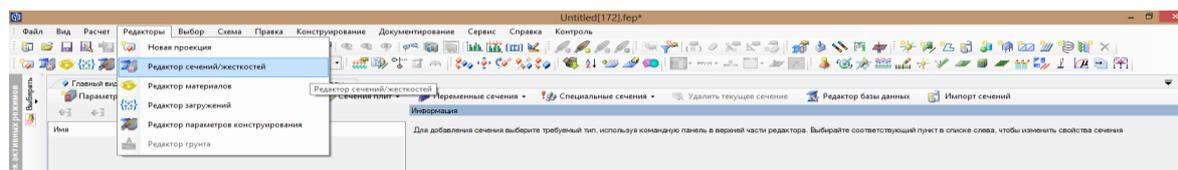
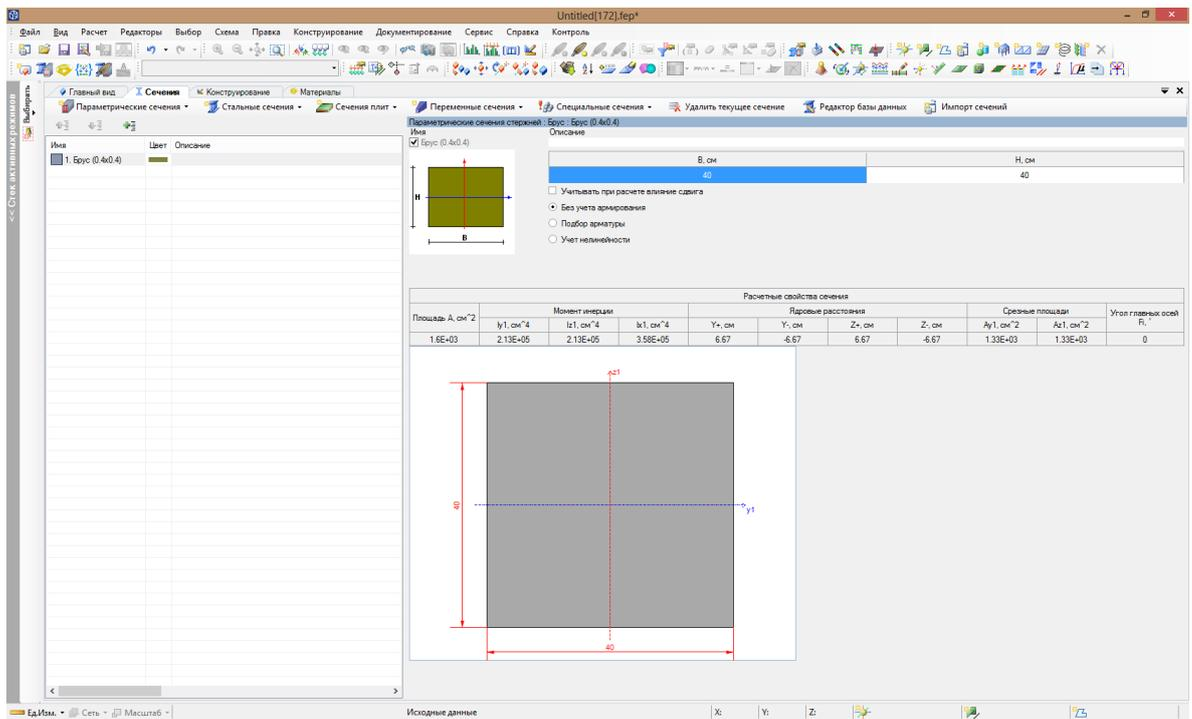

Рисунок 2.301 Меню редакторы
Рисунок 2.302 Редактор сечений/жесткостей
Для доступа к редактору сечений/жесткостей с помощью меню (рисунок 2.301) **Редакторы** ⇨ **Редактор сечений/жесткостей** (кнопка  на панели инструментов) вызовите вкладку **Сечения** (рисунок 2.302).
В левой части **Редактора сечений/жесткостей** расположена **Таблица жесткостей элементов**. При однократном щелчке мыши по выбранному типу сечения (рисунок 2.302) в левой части **Редактора сечений/жесткостей** в **Таблице жесткостей элементов** появится новая запись, содержащая схематическое изображение, стандартное наименование, цвет и описание добавленного сечения.
В окне **Параметров сечения** приведены таблицы с геометрическими и расчетными характеристиками сечения (заполняются программно и не подлежат коррекции). После выбора пользователем требуемого профиля и его ориентации в расчетной схеме выводится схематический эскиз сечения с указанием заданных размеров и расчетных характеристик сечения (рисунок 2.302).
• **Стальные сечения** (кнопка  **Стальные сечения** ▼ в редакторе сечений/жесткостей). Переход непосредственно к необходимому типу стального сечения осуществляется одним щелчком мыши по выбранному элементу списка (рисунок 2.302).